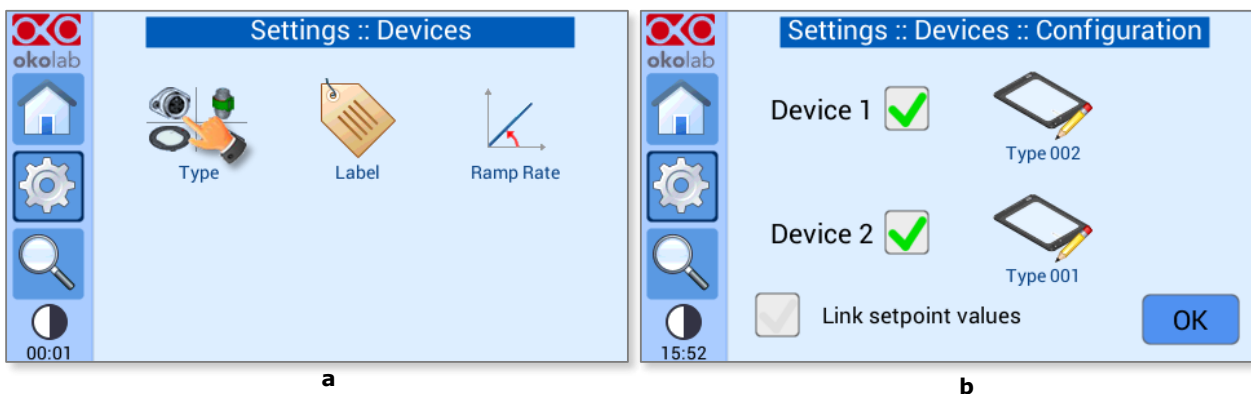

Figura 16. Submenú de Dispositivos – Submenú de Configuración (a -b).
- 1 Pulse el icono de *Tipo*  para acceder al submenú de Configuración del dispositivo, véase la figura 16(a). Marque la casilla para seleccionar cuántos dispositivos desea conectar, como se indica en la figura 16 b).